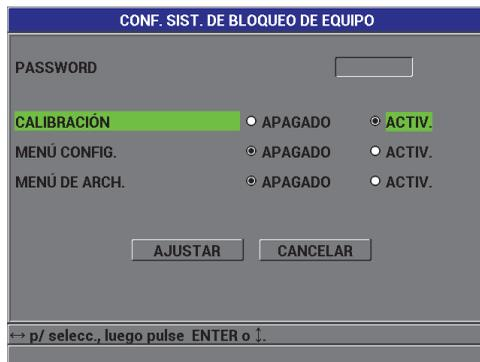

Figura 5-11 Pantalla de CONFIGURACIÓN DEL SISTEMA DE BLOQUEO DEL EQUIPO
2. En la pantalla **CONF. SIST. DE BLOQUEO DE EQUIPO** (ver la Figura 5-11 en la página 120), introduzca en el campo **CONTRASEÑA** (o **PASSWORD**) una contraseña (si está ya ha sido creada) y desbloquee o bloquee las siguientes funciones: